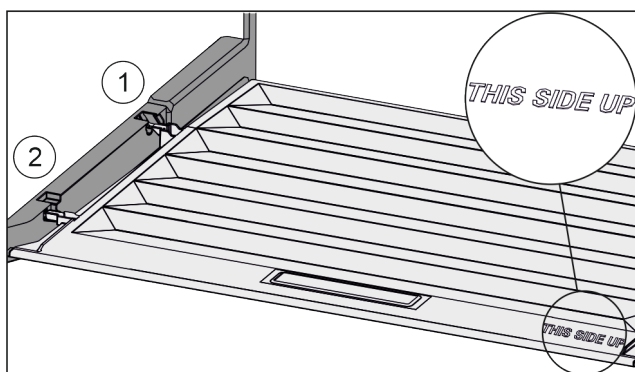

Fig. 55
- ▶ Prečke poklopca uvedite preko otvora stražnjeg držača Fig. 55 (1) i uglavite ih u držač Fig. 55 (2).